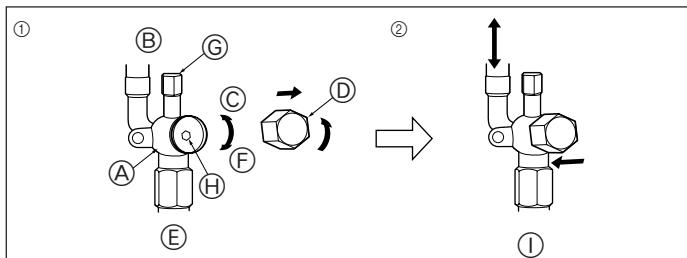

Fig. 5-6
5.5. Verfahren zum Öffnen des Absperrventils (Fig. 5-6)